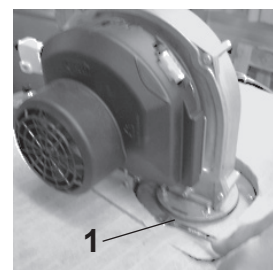

Fig. 31
6. Retirer le fils de mise à la terre (1) du cylindre du brûleur (Fig. 31).